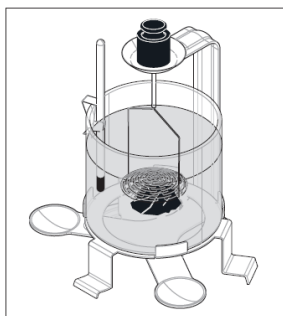

Figura 4.2-4
- Si la densidad del sólido que se va a medir es inferior a la densidad del líquido auxiliar, utilice una cesta portaobjetos para sólidos que floten (con pesos adicionales si es necesario). Sumerja el sólido que se va a medir completamente bajo la superficie del líquido auxiliar, consulte la figura 4.2-4.